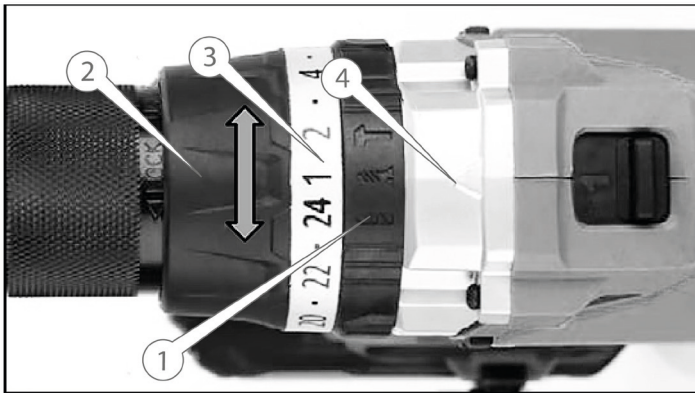

Рисунок 2. Схема встановлення ступеня крутного моменту.
– кільцем-регулятором муфти (2, рис.1) встановити необхідний крутний момент. Крутний момент визначається експериментально й має відповідати діаметру з'єднання та твердості матеріалу, у який він вкручується. Якщо докласти занадто великий момент, головка шурупа може бути пошкоджена. Обов'язково відрегулювати положення кільця регулятора моменту затягування відповідно до діаметра гвинта. На виробі ступінь крутного моменту позначений цифрами, і мітками – на кільці--регуляторі крутного моменту затягування. Значення крутного моменту, що відповідає положенню цифри «1», є мінімальним і навпаки (рис. 2). Провернути кільце регулювання крутного моменту у вибраному напрямку до поєднання трикутної мітки на верхньому боці корпусу з одним із цифрових символів кільця (або з однією з міток градування). Перед початком роботи закрутити пробний шуруп для вибору крутного моменту, необхідного для цього матеріалу й розміру шурупів.